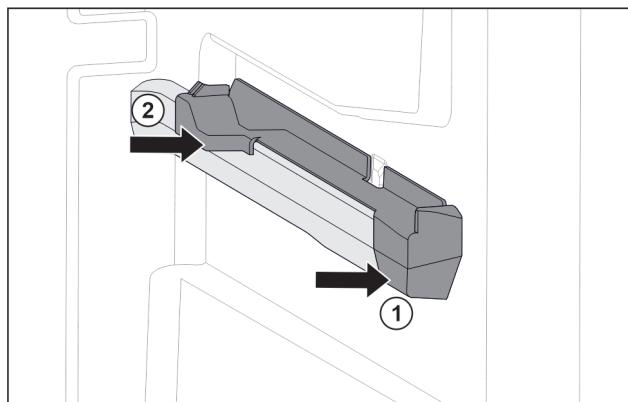

Fig. 104 Nasazovací díl na pravém žebrování na nádoby
- Nasadte nasazovací díl na žebrování na nádoby. Fig. 104 (1)
- Přitlačte nasazovací díl k zadní části. Fig. 104 (2)